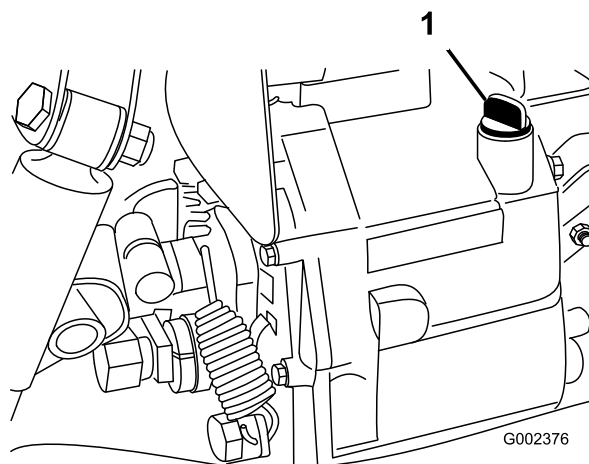

Figure 68
4. Nettoyez la surface autour de la jauge (Figure 68).